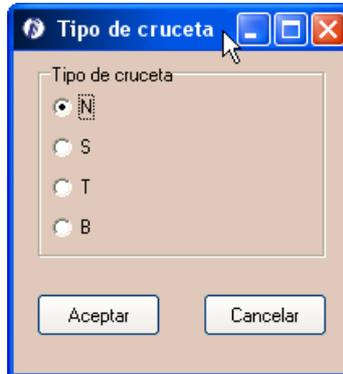

Figura 5.69. Cambio de cruceta de un apoyo
- Tipo de cruceta, elegimos el apoyo (Figura 5.65) y marcamos la cruceta que deseemos (Figura 5.69). Puede ser que no se pueda elegir un tipo de cruceta (por ejemplo si tenemos un doble circuito y cambiamos a cruceta tipo S) y el programa te informa que no es posible.